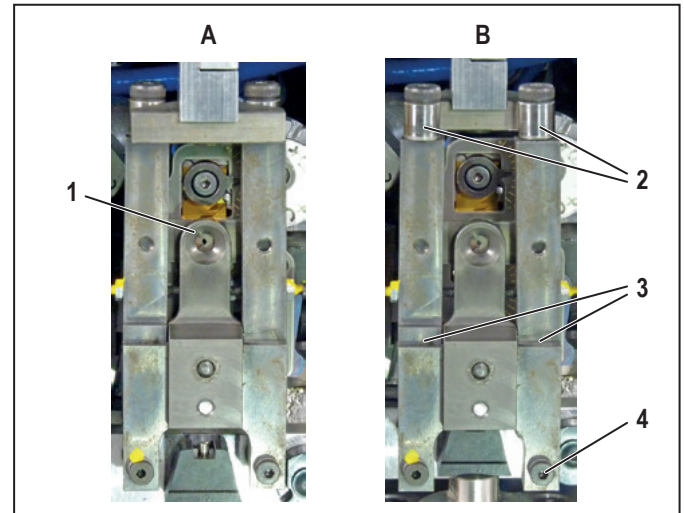

图7.3 在操作位置 (A) 以及拉向前方 (B) 的多股导线固定设备
- ▶ 将多股导线固定设备往前拉 (Figure 7.3 , B) 。
- ▶ 确认滚轮 (2) 是否可以自由移动。
- ▶ 为多股导线固定设备的旋转点 (3) 上油。
- ▶ 请确保多股导线固定设备在正面 (Figure 7.3, B)。
- ▶ 移除多股导线固定设备的右下方螺钉 (Figure 7.3, 4)。